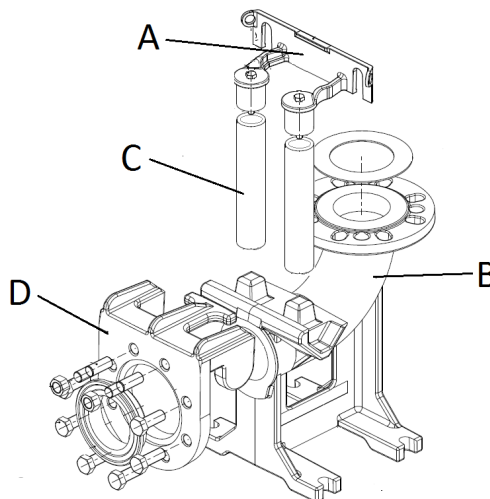

Abb. 5
- Den Verankerungs-Bügel der Rohrführungen (Abb. 5 - Pos. A) am Rand des Beckens befestigen.
- Den Stützfuss zur automatischen Koppelung (Abb. 5 - Pos. B) am Boden des Abflussschachtes positionieren und mittels dem Senkblei überprüfen, dass die konischen Vorsprünge zum Einstecken der Rohrführungen mit den entsprechenden Vorsprüngen des Verankerungs-Bügels des Beckenrandes perfekt rechtwinklig sind. Es ist auch die Ebenheit mittels einer Wasserwaage zu überprüfen.
- Die Position der Ösen am Stützfuss markieren und dann die exakte Länge der Führungsrohre messen (Abb. 5 - Pos. C).
- Den speziellen Gleitflansch (Abb. 5 - pos. D) auf die Auslassöffnung der Pumpe montieren und das Seil oder die Kette an die Griffe oder Schlitze am oberen Teil des Gehäuses anhängen.